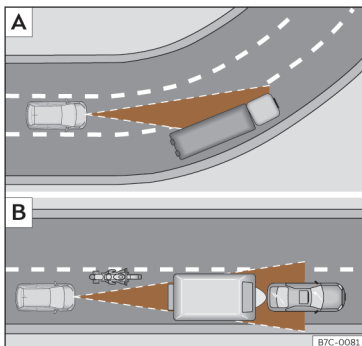

Fig. 112 **A** Véhicule à l'abord d'un virage.
L'ACC pourrait ne pas détecter dans un virage le véhicule précédent, ou pourrait régler la distance par rapport à des véhicules qui se trouvent sur d'autres voie >>> **fig. 112 A**.
- Véhicules circulant de manière non alignée ou en dehors de la zone de détection du capteur, par exemple, des motos >>> **fig. 112 B**.